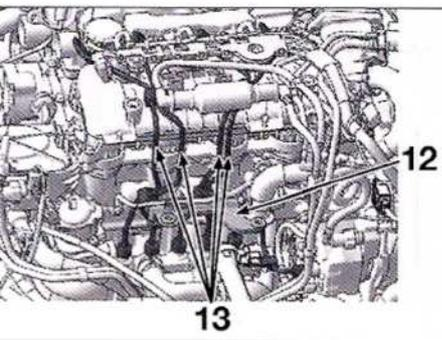
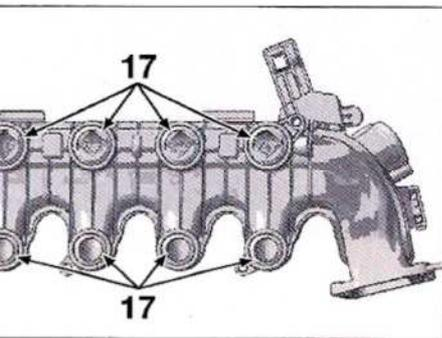

FIG. 40
FIG. 41
- Desmontar las tuberías (10) y (11), así como las tuberías de retorno de inyector.
- Desmontar las tuberías (13) (Fig.40).
- Separar el cableado de las bujías de precalentamiento del soporte de caja del filtro de aire (14).
- Las fijaciones (14) (Fig.41).
- Las fijaciones (15) del colector de admisión.
- Las fijaciones (16) y el sistema de admisión inferior y superior.